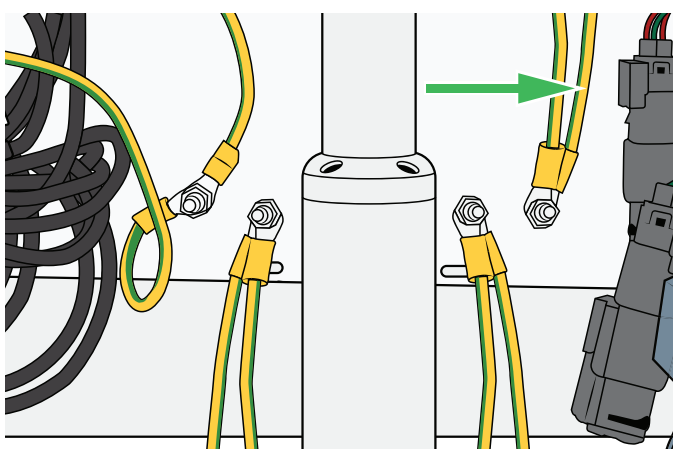

Figure 73
2. Fixez le câble de terre du transducteur. Voir Figure 73.